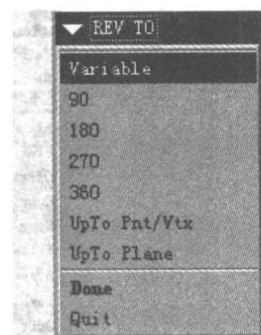

图 1.22 REV TO 子菜单
- (6) 单击工具栏中的完成按钮，完成草图的绘制。这时，出现如图 1.22 所示的 REV TO 子菜单。